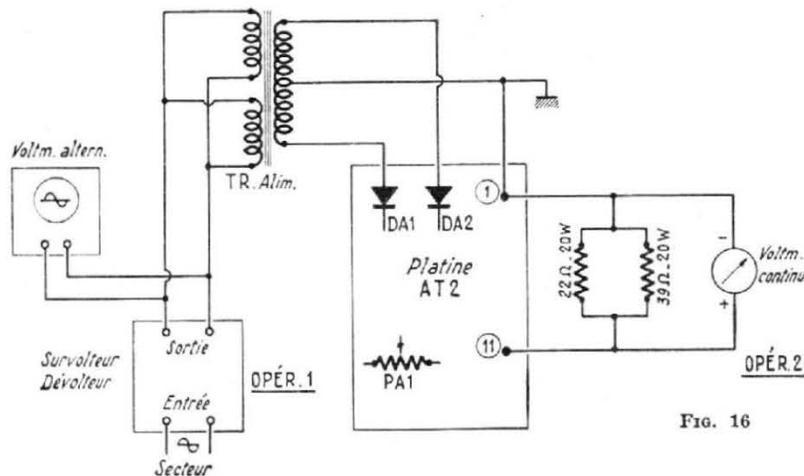
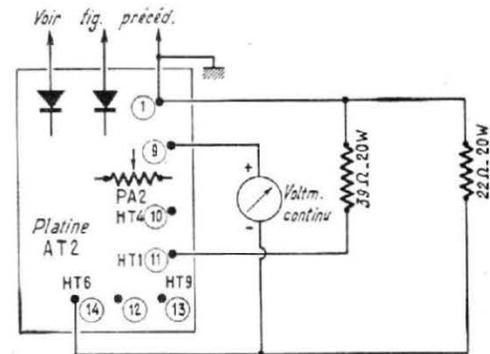

Fig. 16
Fig. 17
a) Brancher les deux résistances de  $22 \Omega$  et  $39 \Omega$  en parallèle entre les points 11 et 1. A l'aide du survolteur-dévolteur régler la tension pour alimenter le récepteur sous 105 ou 210 V suivant le réseau, conformément à la figure 16.
d) Débrancher la résistance de  $22 \Omega$  de la cosse 11 où elle se trouvait dans le montage de mesures précédent (fig. 16) et la brancher entre le point 14 et la masse comme indiqué sur la figure 17.
La présentation du montage de mesures de la figure 17 étant réalisée, on procédera au réglage.
l) Brancher le voltmètre, sensibilité  $1 V$ , entre collecteur et émetteur de TR30, c'est-à-dire les points 14 et 9 figure 17.
Procéder méthodiquement en préparant le montage de mesures comme l'indique la figure 17, les points 1 et les anodes des diodes étant branchés comme dans le montage précédent.